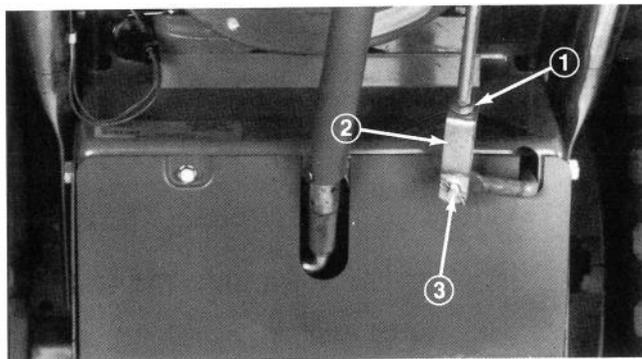

Abb. 40
1. Die Kontermutter am unteren Gabelkopf des Räumwerk-Schaltgestänges lösen (Abb. 40). Dann den Splint und Bolzen entfernen, mit dem der Gabelkopf an der abgewinkelten Stange befestigt ist (Abb. 40).
2. Zur Erhöhung der Riemenspannung den Gabelkopf (Abb. 40) nach links herausdrehen und zur Verringerung der Riemenspannung nach rechts hineindrehen.
3. Den Gabelkopf wieder mit dem Bolzen an der abgewinkelten Stange befestigen und versplinteln (Abb. 40). Dann die Kontermutter oben am Gabelkopf festziehen (Abb. 40).